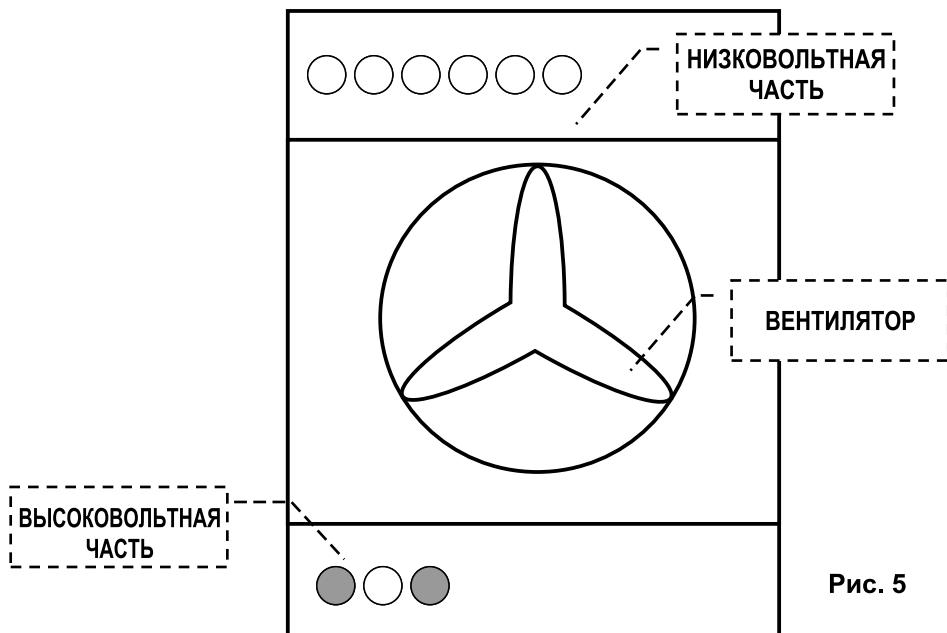

Рис. 5
5. Подключите выход с силовой платы парогенератора с надписью «СВЕТ» или «LAMP» к двум нижним контактам, как показано на рис. 5.